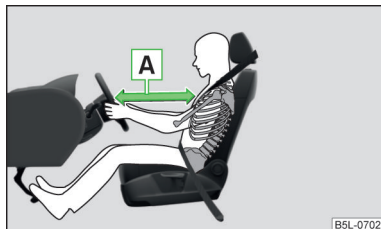

Fig. 8
- Det er vigtigt, at føreren og forsædepassageren holder en afstand på mindst 25 cm til henholdsvis rattet og instrumentpanelet » Fig. 8 – [A]. Hvis du ikke overholder denne afstand, kan airbagsystemet ikke beskytte dig – livsfare! Desuden skal forsæderne altid være indstillet korrekt, så de passer til kroppens størrelse.